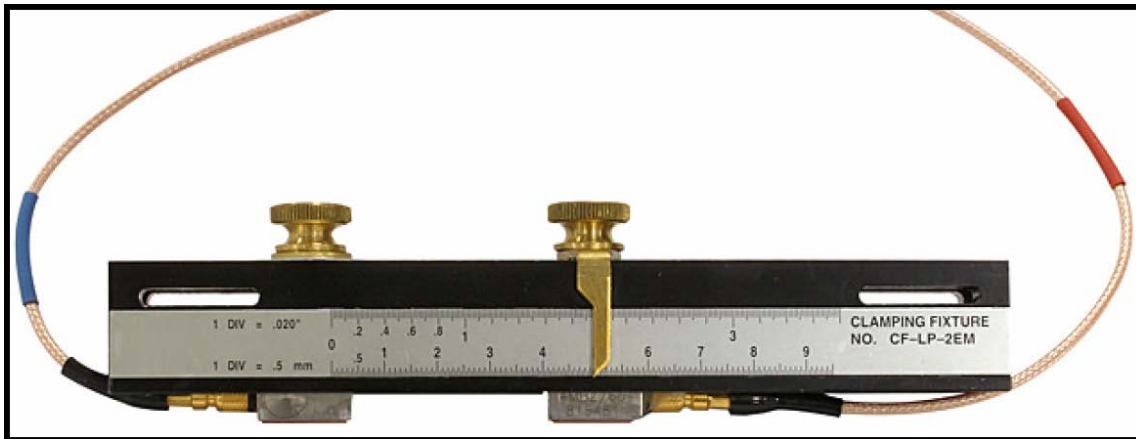

图 5: CF-LP 夹紧装置
**注释：**请咨询 Panametrics 获取可选 CF-LP 夹紧装置的安装说明（如下面图 5 所示）。